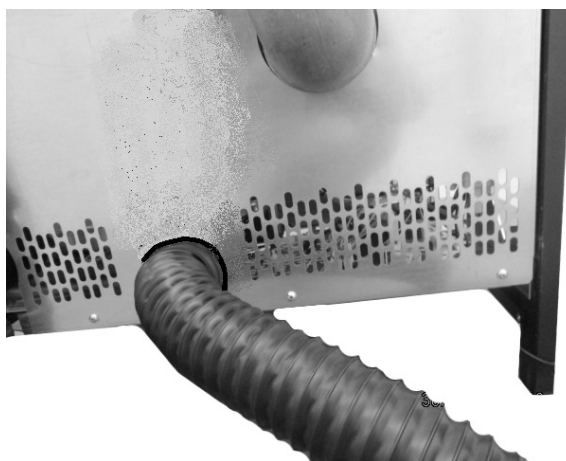

Fig. 10 - La phase 1
- Insérer le tube femelle \varnothing 6 cm (voir Fig. 10).